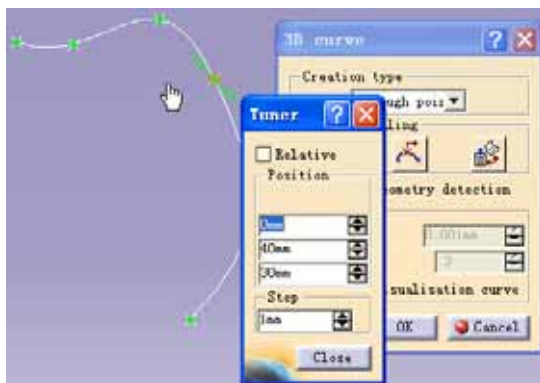

图 4-5 编辑点的位置
- ◆ Edit 命令表示对点的位置进行编辑。选择 Edit 命令，会弹出如图 4-5 所示的对话框。